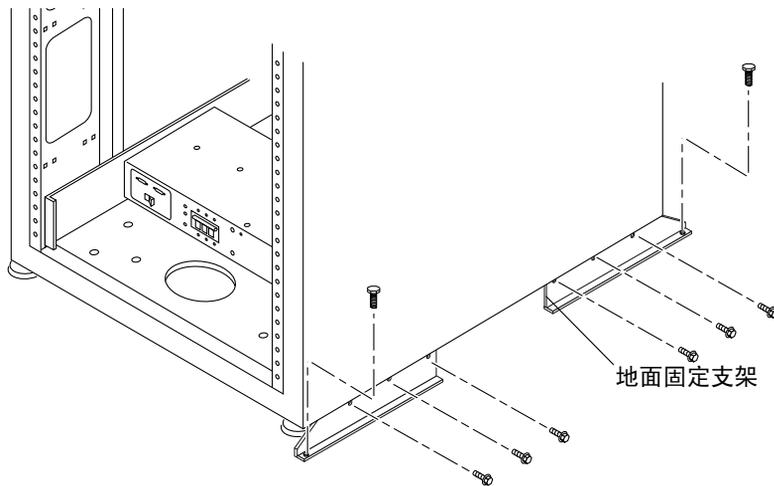

图 2-6 安装地面固定支架
2. 使用 7/16 英寸棘轮扳手，用刚才拧下的六颗固定螺丝将右侧的地面固定支架固定至扩充机柜的前部和后部（图 2-6）。